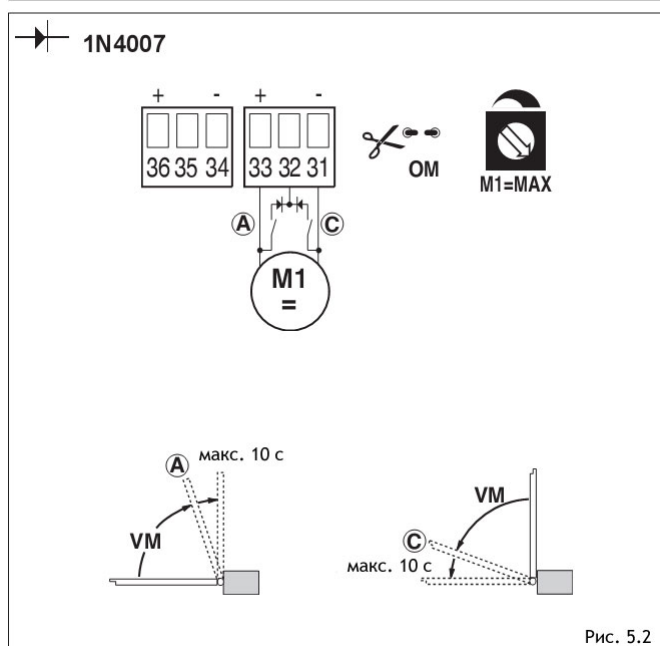

Рис. 5.2
- (Рис. 5.2) Использование с замедляющими концевыми выключателями.